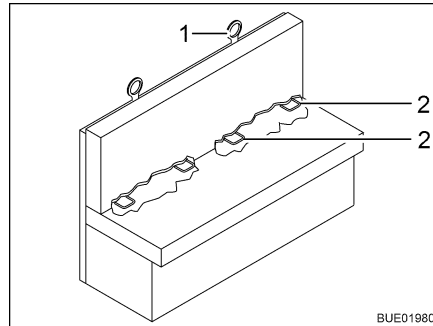

Bild 24 Isofix-barnsäkring
Om fordonet är utrustat med Isofix-barnsäkring, är sätena som är lämpade för den märkta med en Isofix-symbol. Dessa sätet har ett handtag (Bild 24,2) och en annan förankringspunkt uppe på ryggstödet (Top Tether) (Bild 24,1). Använd för Isofix lämpade bilbarnskydd. Bilbarnskydden har låsarmar som hakas in i sätets handtag.
- Om det är möjligt skall barnstolen också fästas vid Top Tether (Bild 24,1).